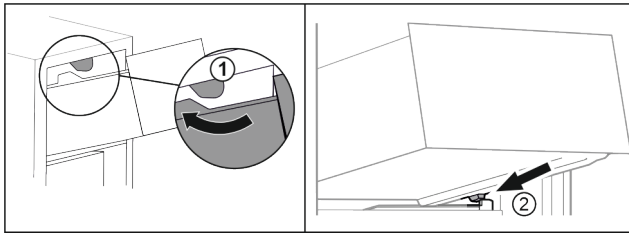

Fig. 90
- Schubfach um die oberen Stopper herumführen. Fig. 90 (1)
- Schubfach schräg hinter den unteren Stoppern auf Behälterrippe aufsetzen. Fig. 90 (2)